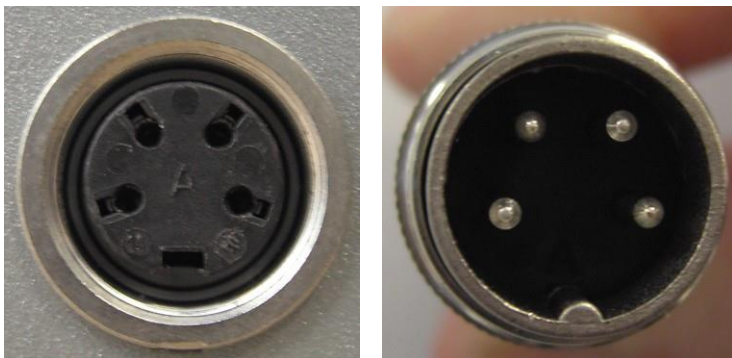

Figura 3-24. Alineación de las clavijas del conector del interruptor de pie con los orificios correspondientes del receptáculo
2. Haga coincidir las clavijas del conector del cable del interruptor de pie con los orificios correspondientes de su receptáculo en la parte trasera del sistema, como se muestra en la Figura 3-24.